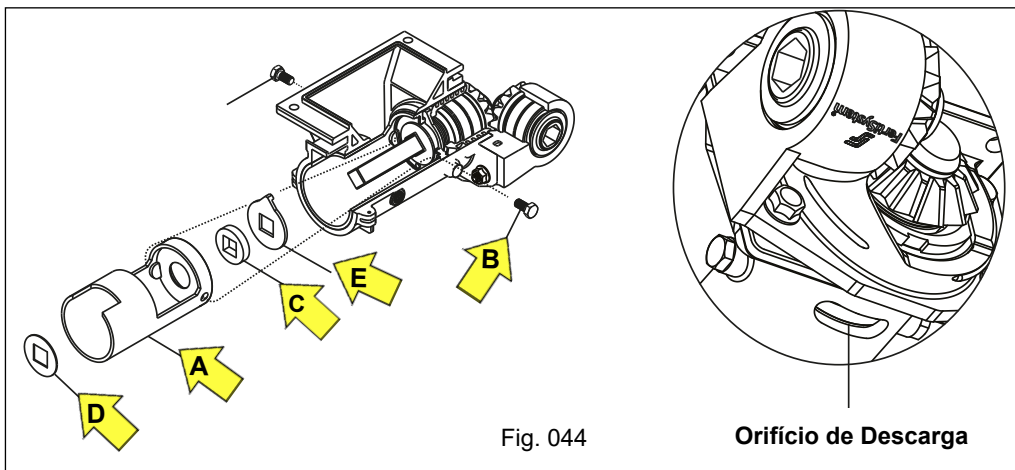

Fig. 044
d) Efetue a análise de desgaste no revestimento "A", substitua-o se apresentar desgaste excessivo, afrouxando e retirando o parafuso "B". Verifique se há desgaste no feltro "C", arruelas "D" e arruela de limpeza "E". O desgaste excessivo é verificado quando ocorrer a saída do adubo em grande quantidade pelo orifício de descarga autolimpante, localizado na face inferior do corpo do distribuidor (Fig. 044).